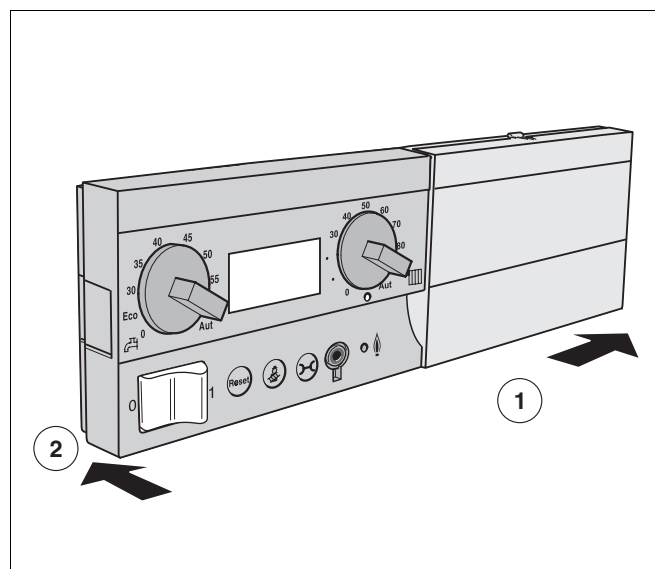

Рис. 8 Установка главного регулятора
- Задвиньте главный регулятор спереди справа в язычок на системе управления (рис. 8, шаг 1).
- Прижмите главный регулятор слева к системе управления до защелкивания (рис. 8, шаг 2).